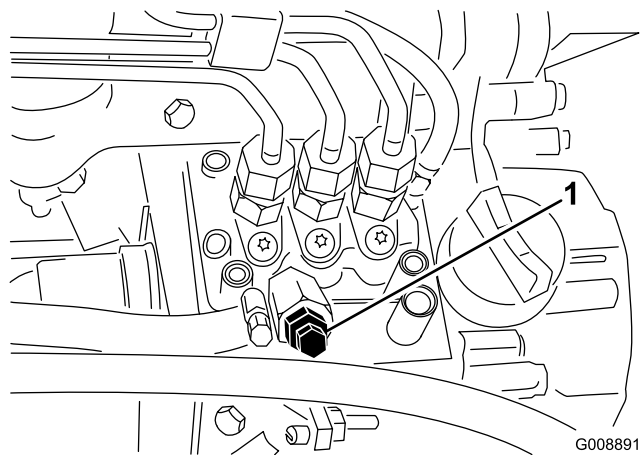

Figura 25
3. Aprite la vite di spurgo dell'aria, situata sulla pompa di iniezione del carburante (Figura 25).